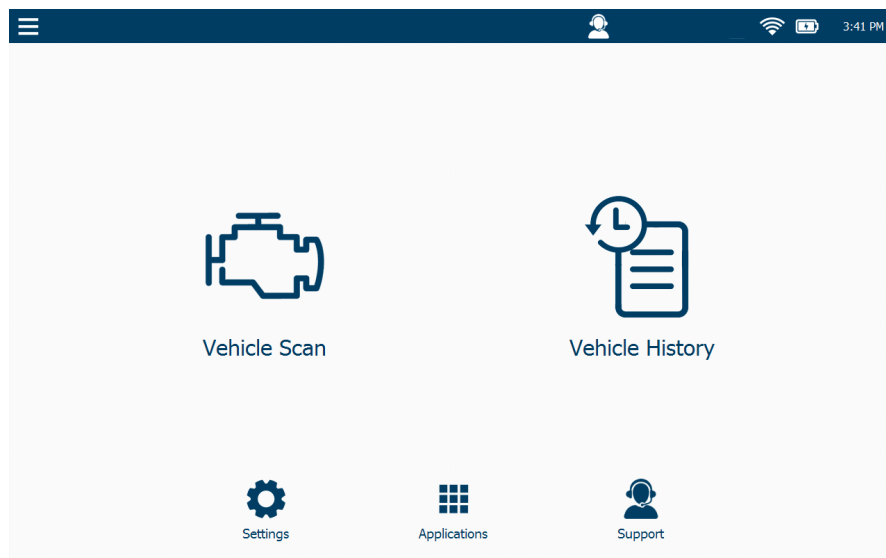

Figure 2.6 Menu principal
- End Session — Termine la session, déconnecte du véhicule et retourne au **Menu principal** (Figure 2.6).
Vous accédez au menu Settings à partir du menu principal (Figure 2.6).
Vous accédez au menu Applications à partir du menu principal (Figure 2.6). Les choix du menu sont affichés à gauche de l'écran :
Vous accédez au menu Support à partir du menu principal (Figure 2.6).